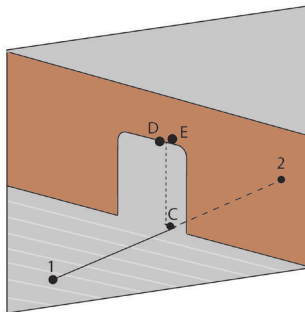

Figura 14
6. Si la distancia D a E < 1.5 mm para una entrada de 3 m, su precisión de plomada está dentro de la especificación. (Figura 14)